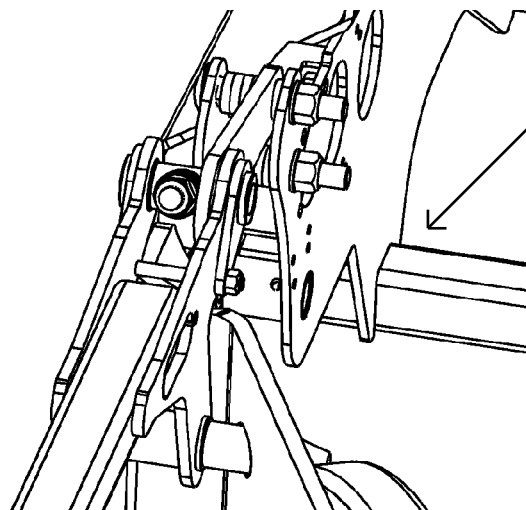

Рисунок 14 Крепление к раме
2. Присоедините подъемный механизм борны к раме. (Рисунок 14)